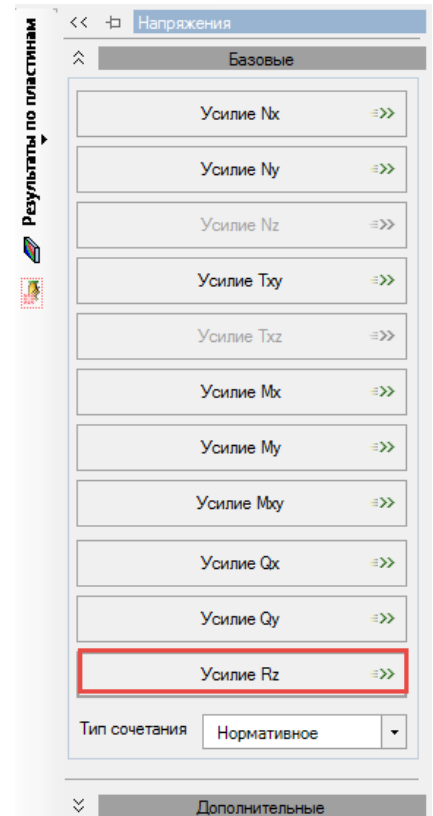

Рисунок 5.24
4. Отобразить на экране отпор грунта, нажав на кнопку **Усилие R_z** , либо усилие R_y для стержней (рисунок 5.24).